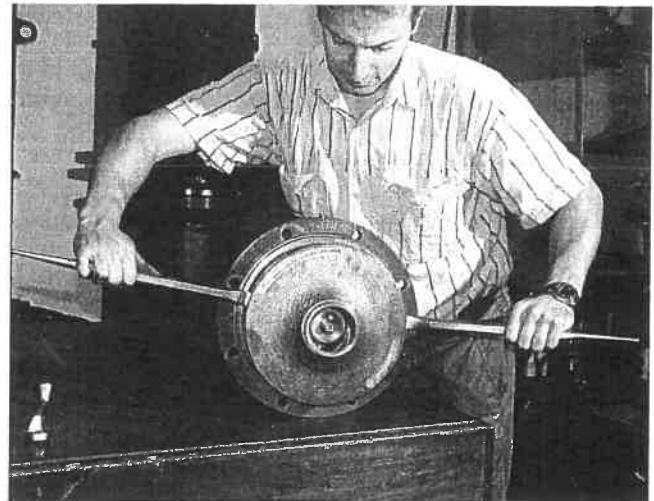

Figura 10
- Se la girante è provvista di alette posteriori, prima di procedere con lo smontaggio, controllare il gioco assiale "a" tra girante (230) e coperchio del corpo (161). Per la valutazione del gioco misurato si rimanda al Capitolo 8.7.1.
- Allentare il dado della girante (922) (filettatura destrorsa). Durante questa operazione tenere fermo l'albero sull'estremità lato giunto.
- Servendosi di un cacciavite o di ferri da montaggio, sfilare la girante (230) (Figura 10). Estrarre la chiave (940.31).